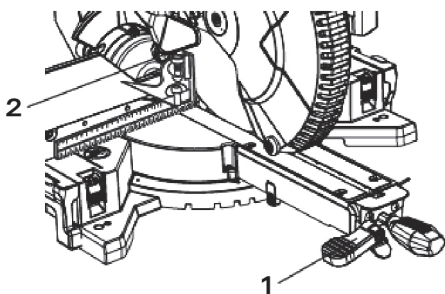

рис. 15
2. Ослабить ручку фиксации наклона (1) (рис. 15).
3. Извлечь стопорный штифт $33,9^\circ$ (2), наклонить режущий блок пилы до правого упора на $33,9^\circ$ и вставить обратно стопорный штифт $33,9^\circ$ (2) (см. рис. 15).
3. Наклонить режущий блок пилы до левого упора на 33,9°, вставив стопорный штифт 33,9° (2) (см. рис. 15).